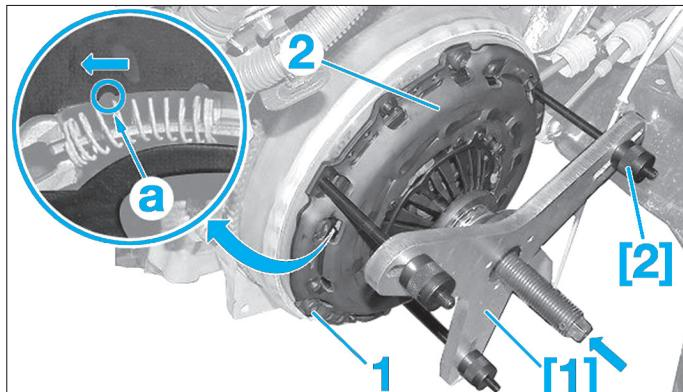

Fig. 1
- [1]. Compresseur de mécanisme d'embrayage (réf. 0217.A) (Fig.1).
- [2]. Tige de maintien (réf. 0217.B2Z) (Fig.1).
- Déposer trois vis de fixation (1) (une vis sur deux) pour positionner les outils [1] et [2] sur le mécanisme d'embrayage (2) (Fig.1).
- Serrer la vis centrale (flèche) de l'outil [1] pour comprimer le mécanisme d'embrayage (2).
- Reposer le mécanisme d'embrayage (2) sans le disque d'embrayage (Fig.1).
- Positionner les outils [1] et [2] sur le mécanisme d'embrayage (2).
- Visser les trois tiges de maintien [2] à la place des vis (1).
- Maintenir les ressorts de rattrapage de jeu comprimés en exerçant une poussée sur l'index (3) (Fig.2) puis dévisser de quelques tours la vis (flèche) de l'outil [1] pour détendre le mécanisme d'embrayage (Fig.1).